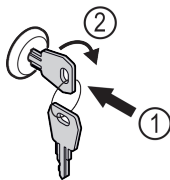

Fig. 94
- ▶ Shtyni çelësin brenda Fig. 94 (1).
- ▶ Rrotulloni çelësin me 90° në drejtimin orar Fig. 94 (2).